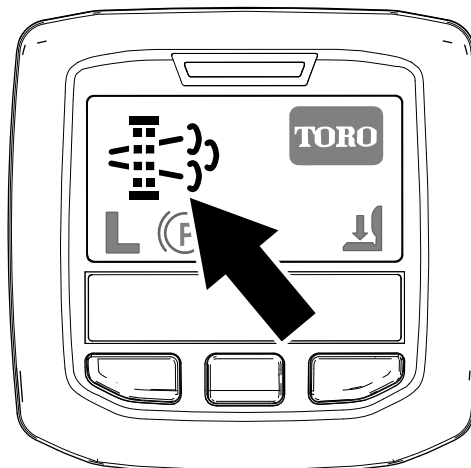

Figura 46
- Nell'InfoCenter viene visualizzata l'icona di richiesta rigenerazione parcheggiata (Figura 46).